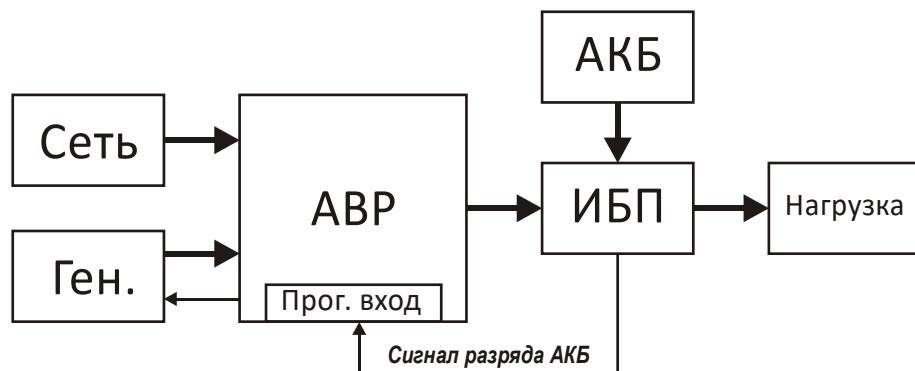
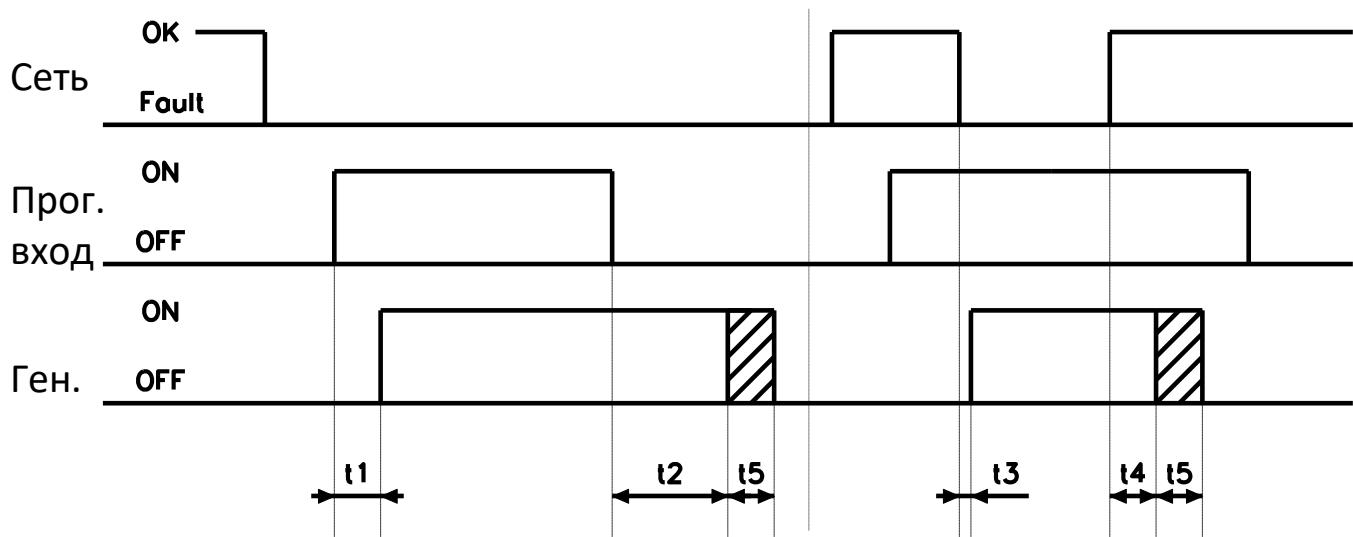

Рис. 5.10. Блок-схема совместной работы АВР и ИБП
Рис. 5.11. Диаграмма работы при выборе функции «Разрешение запуска»
5.7.5.1 Функция программируемого входа «Разрешение запуска» разрешает работу генератора в режиме «Авто» при возникновении условий для его запуска (п. 5.7.2.1). Функция «Разрешение запуска» может быть необходима при совместной работе контроллера с источником бесперебойного питания (ИБП), который по сигналу разряда своей АКБ может разрешать запуск генераторной установки. Пример совместной работы АВР и ИБП (рис. 5.10, рис. 5.11).
- тип контакта управления - нормально разомкнутый (NO), т.е. активное состояние – замкнутый контакт (P261, табл. 5.10);
- задержка на активацию функции t_1 (рис. 5.11) будет определяться параметрами P262 и P263 (табл. 5.10);
- задержка на деактивацию функции t_2 (рис. 5.11) будет определяться параметрами P264 и P265 (табл. 5.10).